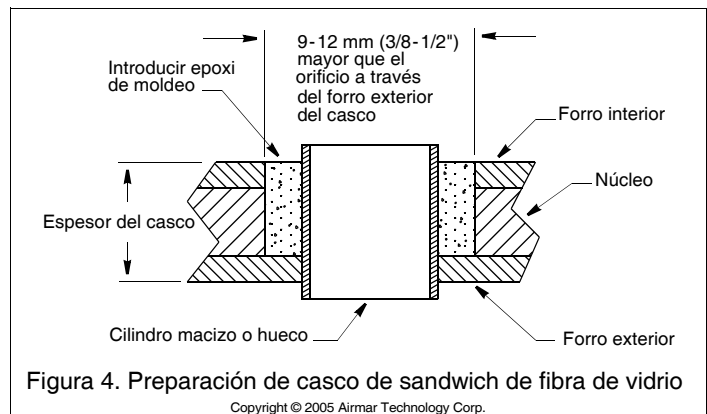

Figura 4. Preparación de casco de sandwich de fibra de vidrio
2. Con una broca hueca de 51 mm o 2", recorte el orificio desde el exterior del casco únicamente a través del forro exterior (Figura 4).